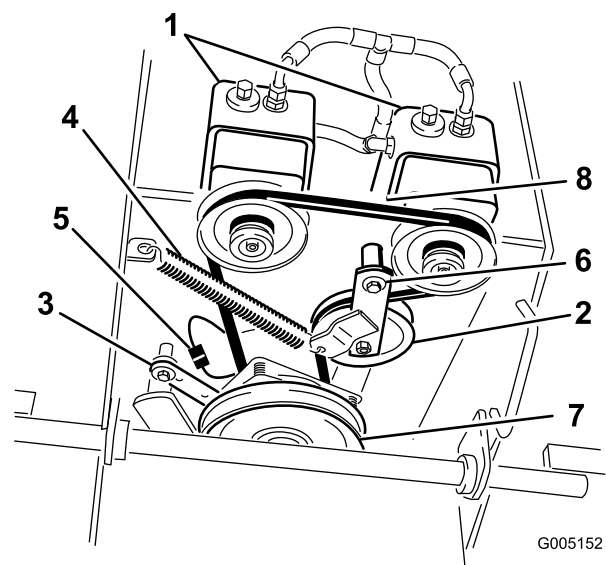

Bild 40
6. Entfernen Sie die Kupplungshalterung vom Motorchassis (Bild 40).
7. Haken Sie die Spannscheibenfeder vom Rahmen aus (Bild 40).
9. Haken Sie die Spannscheibenfeder zwischen dem Spannscheibenarm und der Rahmenhalterung ein (Bild 40).
10. Montieren Sie die Kupplungshalterung am Motorchassis (Bild 40).